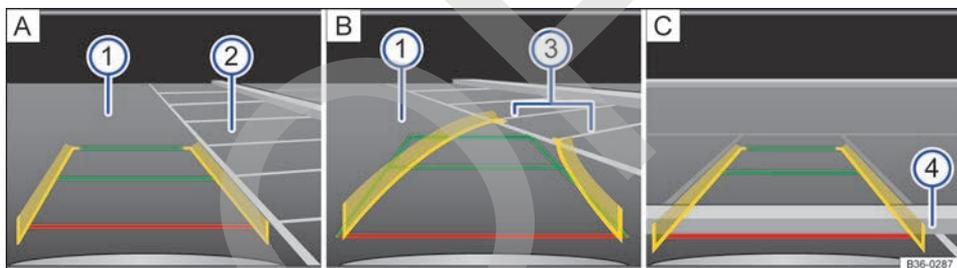

Fig. 205 Visualización en la pantalla del asistente de marcha atrás: aparcarse en el modo 1.
Leyenda de la **fig. 205**:
Leyenda de la fig. 205:
4.	Sítue el vehículo delante del hueco de aparcamiento ② → fig. 205 A .
6.	Retroceda lentamente a la vez que gira el volante de manera que las líneas amarillas se introduzcan en el hueco de aparcamiento seleccionado a lo largo de las líneas de delimitación laterales ③ B . Tenga en cuenta el siguiente mensaje: ¡Compruebe la trayectoria! → ▲ en Introducción al tema de la pág. 254!
7.	Oriente el vehículo en el hueco de aparcamiento seleccionado de manera que las líneas verdes y amarillas coincidan con las líneas de delimitación laterales ③ del hueco.
8.	Detenga el vehículo, como muy tarde, cuando la línea roja haya alcanzado la delimitación trasera, p. ej., el bordillo de la acera ④ C .